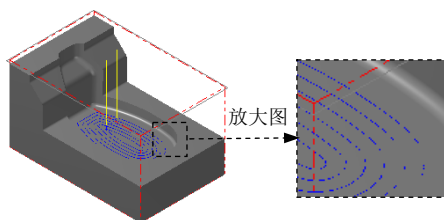
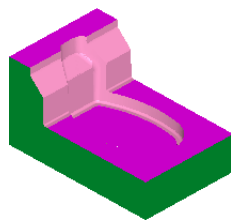

图 3.24 刀具路径
图 3.25 仿真结果
Step6. 单击“曲面精加工浅平面”对话框中的 按钮，同时在图形区生成图 3.24 所示的刀具路径。
(1) 在 **刀具路径管理器** 选项卡中单击 按钮，然后单击 按钮，系统弹出“Mastercam Simulator”对话框。
(2) 在“Mastercam Simulator”对话框中单击 按钮，系统将开始进行实体切削仿真，结果如图 3.25 所示。单击 按钮关闭“Mastercam Simulator”对话框。